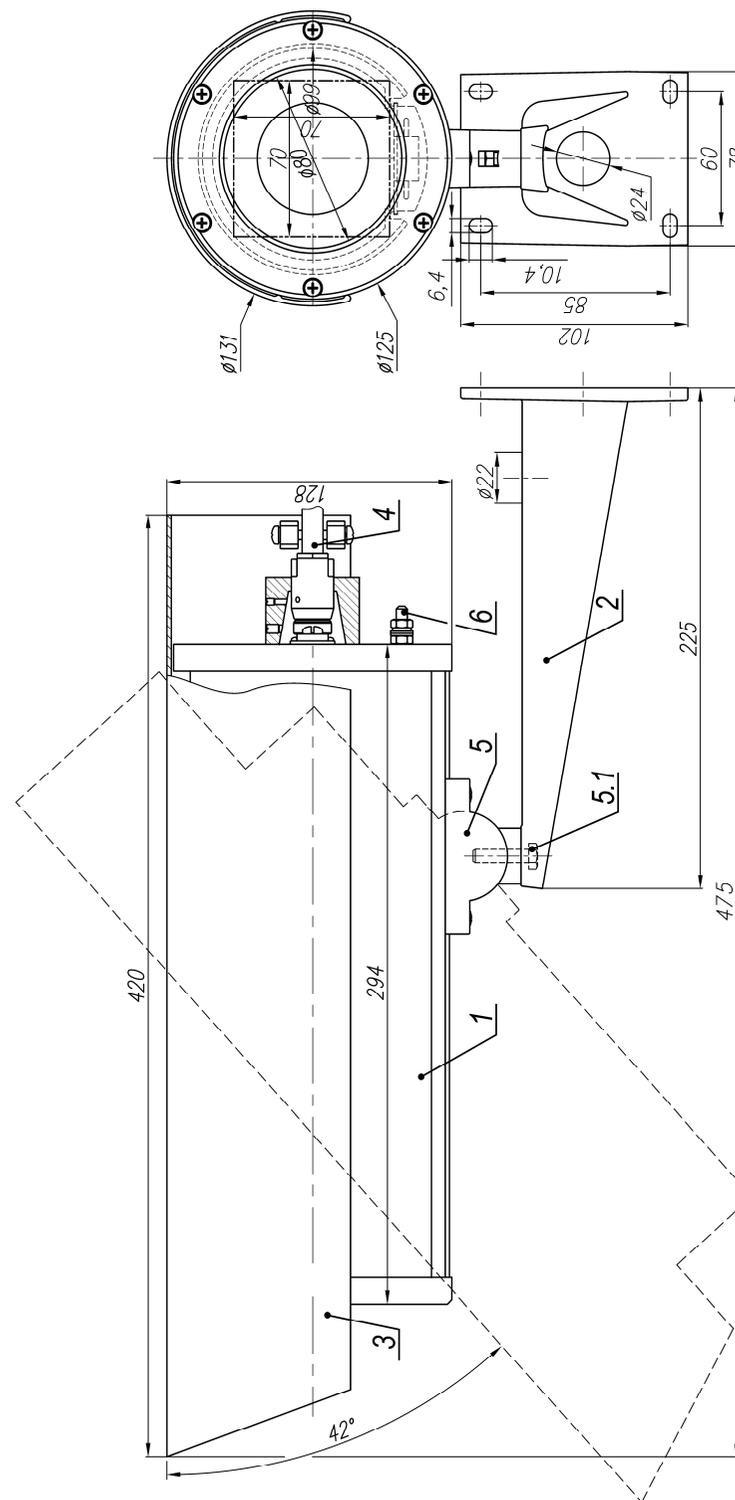

Рис.1 Габаритные и установочные размеры ТВК-84 IP Ex
2. Ослабив болт фиксации шарнира (поз.5.1 рис.1), установить гермобокс на нужное направление обзора, после чего надёжно зафиксировать шарнир затянув болт.
3. Заземлить гермобокс с помощью болта заземления (поз.6 рис.1).
Состав изделия: (см. рис.1)